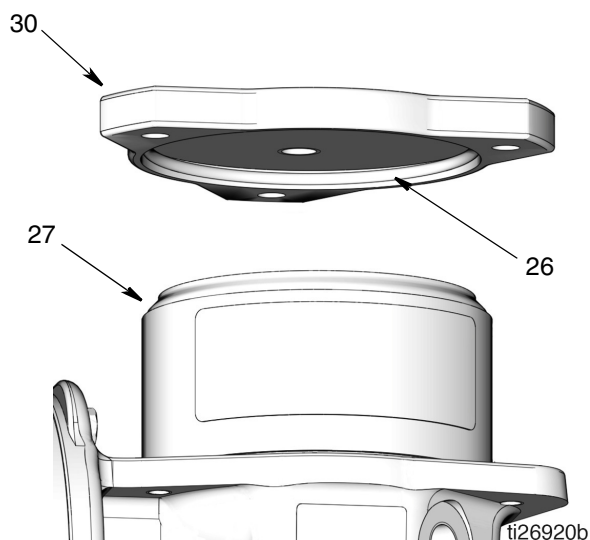

FIG. 60
13. Positionner le couvercle (30) sur le réservoir (27). Prendre soin de ne pas pincer ou déplacer le joint torique (FIG. 60).